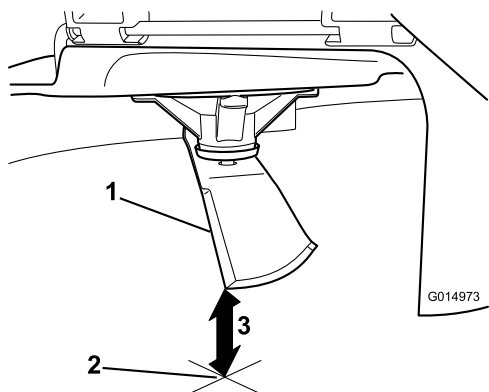

Figure 48
5. Mesurez la distance entre la pointe de la lame et la surface plane (Figure 48).
4. Retirez la goupille fendue de la tige de support avant et déposez la tige du support de tablier (Figure 48). Abaissez doucement l'avant du tablier de coupe au sol.